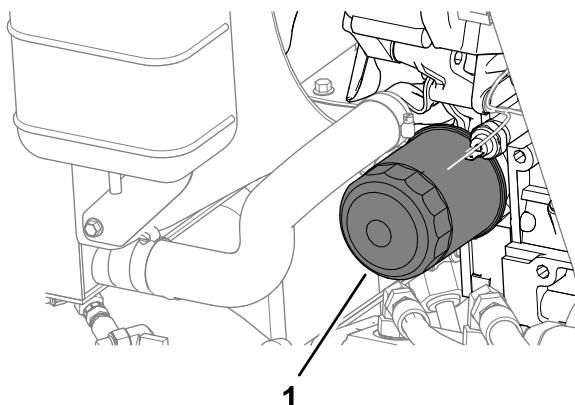

Figura 66
- Togliete il filtro dell'olio (Figura 66).